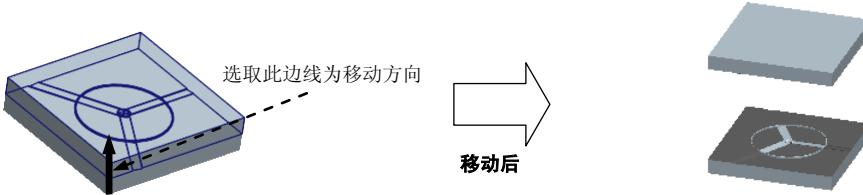

图 5.31 移动上模
Step5. 在系统 **通过选择边、轴或面选择分解方向** 的提示下，选取图 5.31 所示的边线为移动方向，然后在系统 **输入沿指定方向的位移** 的提示下，输入要移动的距离值 100.0，并按 Enter 键。在 **▼ DEFINE STEP (定义步骤)** 菜单中单击 **Done (完成)** 按钮。结果如图 5.31 所示。